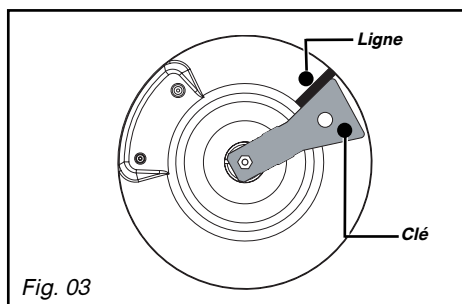

Fig. 03
Dans une installation existante, un tube souple équipé de ses colliers de serrage (conforme à la norme XP D 36-110) dont la durée de vie est de 5 ans peut être utilisé. Il est nécessaire dans ce cas d'utiliser un about sans oublier de mettre en place une rondelle d'étanchéité entre l'about et le coude de la table (Fig. 03).
- Tournez la clé dans le sens des aiguilles d'une montre jusqu'à ce que la ligne apparaisse de l'autre côté (Fig. 03).